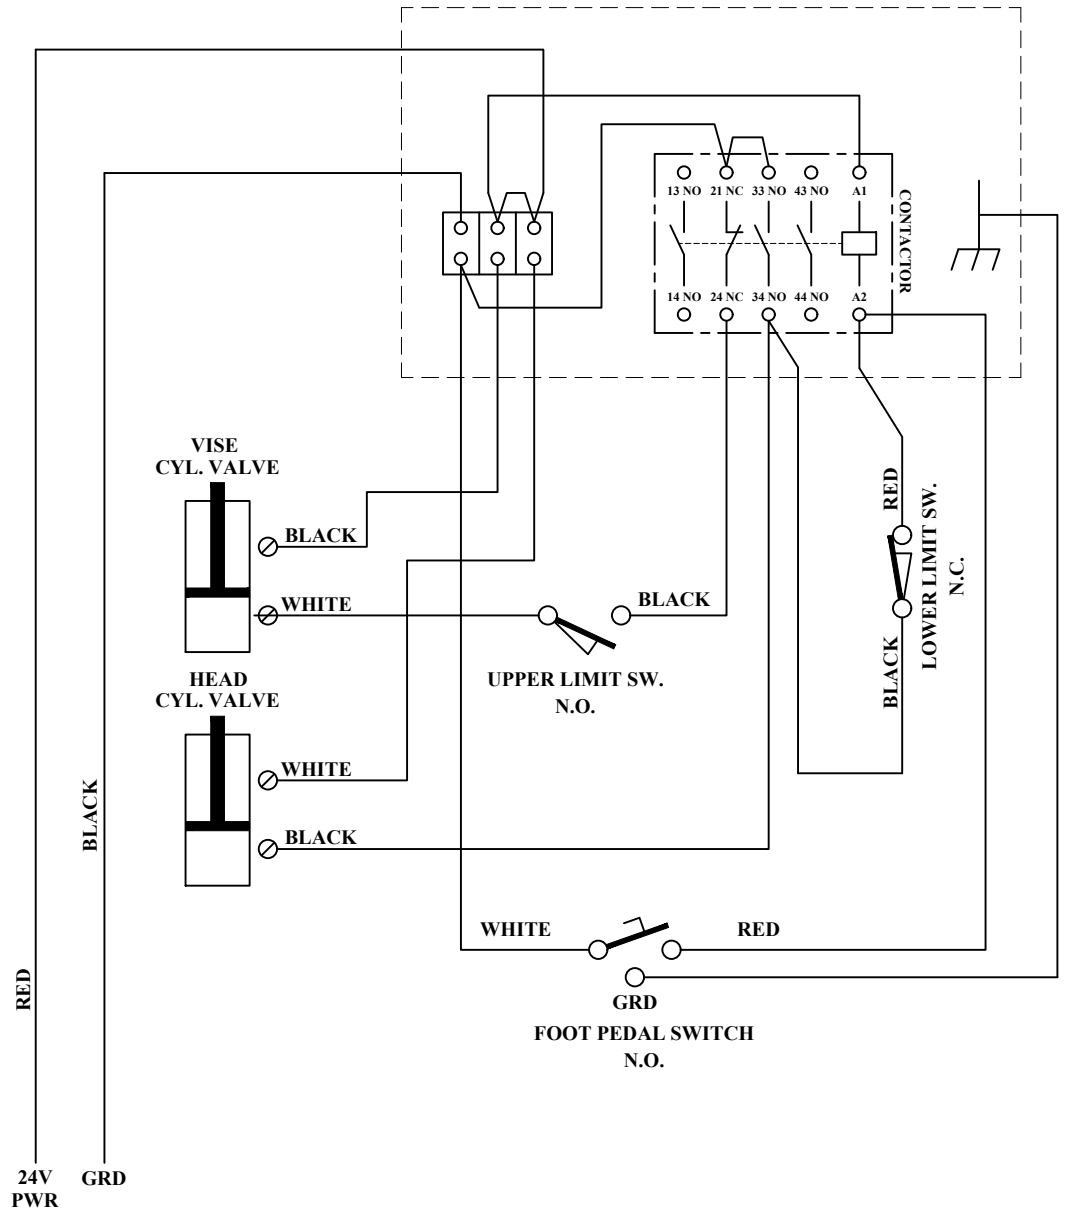

FIGURE 20-1
SEE FIGURE 20-1
► **NOTE: FIGURE 20-1 ON THE RIGHT SIDE OF THE NEXT PAGE IS THE WIRING SCHEMATIC FOR THE CURRENT ELECTRIC POWER DOWN-FEED SYSTEM.**